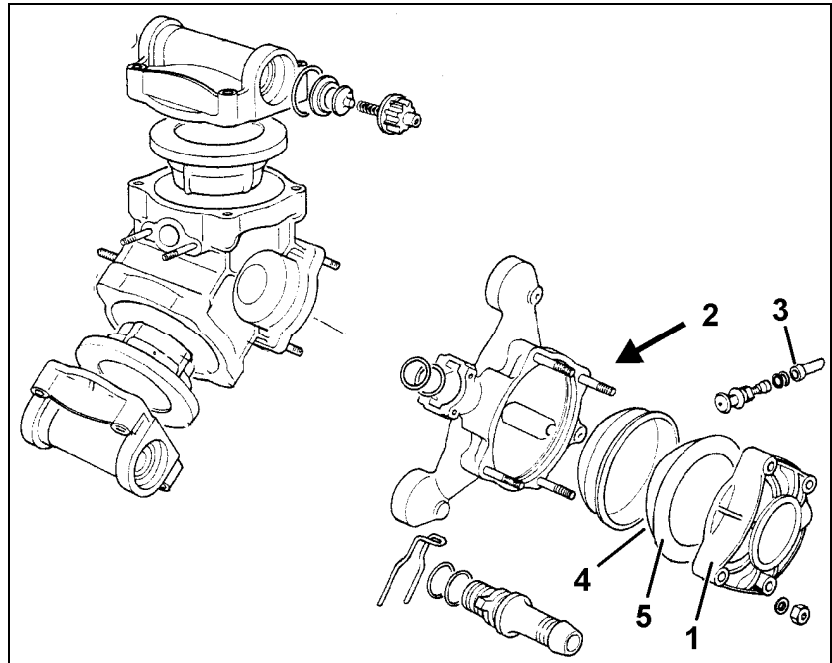

Fig. 29
Før dækslet fjernes fra akkumulatoren (Fig. 29/1), skal lufttrykket fjernes fra akkumulatoren (Fig. 29/2) via luftventilen (Fig. 29/3).
1. Afmonter akkumulatordækslet (Fig. 29/1), når du har løsnet de fire møtrikker.
2. Tag membranerne (Fig. 29/4) ud.
Sørg ved montering af membranerne for, at de ligger nøjagtigt i sporene, og at den åbne flade (Fig. 29/5) på de hvælvede membraner peger mod akkumulatordækslet (Fig. 29/1).